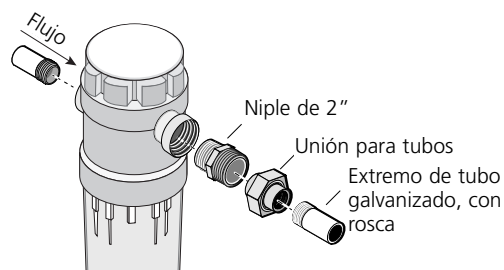

Figura 4
- Arme la unión y apriete la tuerca grande firmemente. Asegúrese de que el extremo del tubo quede alineado y que la unión esté limpia para un ajuste hermético (no coloque cinta ni compuesto en las medias roscas de la unión). Consulte la Figura 4.